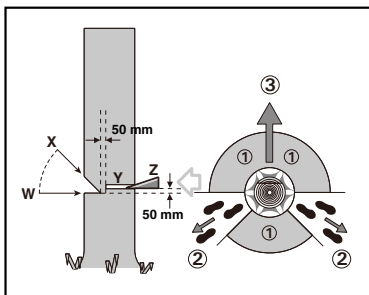

Bild 1
Om två eller flera personer arbetar inom samma område ska avståndet mellan personerna vara minst dubbelt så långt som trädet. Vid fällning av träd bör man se till att andra personer inte utsätts för risker, att distributionsledningar inte skadas och att inga saksador uppstår. Om ett träd råkar beröra en distributionsledning ska energiverket underrättas omedelbart. Vid sågning på sluttning ska kedjesågens användare stå ovanför det träd som fälls, eftersom det fällda trädet troligen kommer att rulla eller slira nedför sluttningen. Flyktvägen bör gå bakåt och diagonalt relativt den bakre delen av den förväntade fallriktningen, så som visas på bild 1. Före fällning bör hänsyn tas till trädets naturliga lutning, grenarnas lägen och vindriktningen för att kunna bedöma trädets fällriktning. Ta bort smuts, stenar, lös bark, spikar och ståltrådar från trädet.
Gör skåran till 1/3 djup av trädets diameter, vinkelrätt mot fallriktningen, så som visas på bild 1. Såga först det undre vågräta riktskåret (W). Härvid undviks inklämning av sågkedjan eller styrskena vid sågning av övre riktskär (X).
Gör fällskåret minst 50 mm högre än det horisontella riktskåret (Y), så som visas på bild 1. Fällskåret bör vara parallellt med riktskåret. Gör fällskåret endast så djupt att en brytmån blir kvar (brytlist) som fungerar som ett gångjärn. Brytmånen hindrar trädet från att vrida sig och falla i fel riktning. Såga inte av brytmånen.
När trädet börjar falla, ska kedjesågen tas ur skåret, fränkopplas och läggas bort samt den som sågat ska lämna riskområdet via planerad reträttväg (2). Se till att du inte snavar över grenar och kvistar som fallit ned. (Se Bild 1)